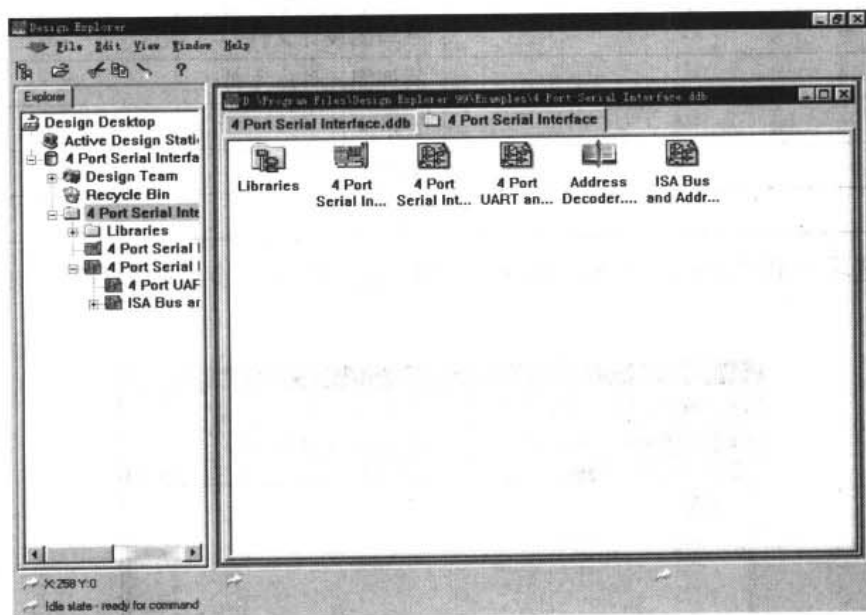

图 1-6 选择目标文件夹
- (1) 要增加文件或文件夹，先打开目标文件夹，并使其显示在设计窗口的活动窗口中，如图 1-6 所示。这里选择的是 4 Port Serial Interface 作为目标文件夹。